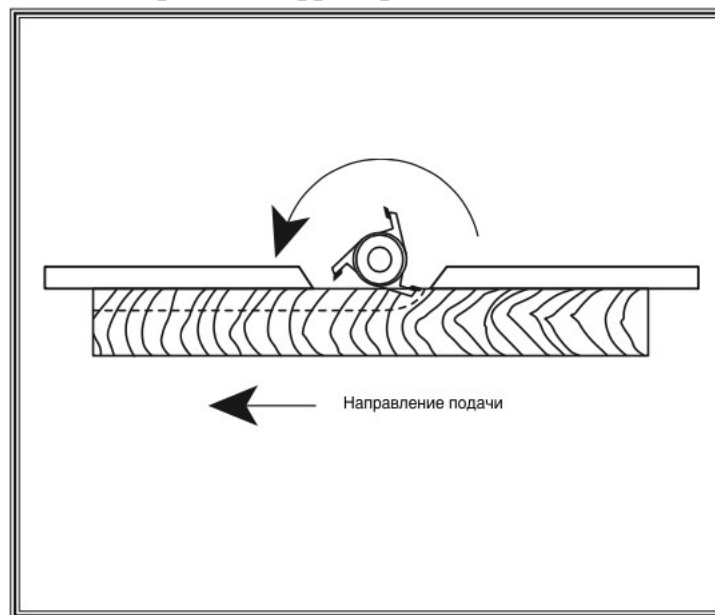

Рис. 25 Настройка ограждения для частичного удаления края (ограждение не показано в целях демонстрации)
4. Установите ограждение с выгрузной стороны, что оно было выровнено с ограждением со стороны загрузки, как показано на Рис. 25.
Также проверьте волокно с боковой стороны доски. По возможности запустите доску таким образом, чтобы резцы выполняли обработку, как показано на Рис. 25. Это уменьшит вероятность вырывания.